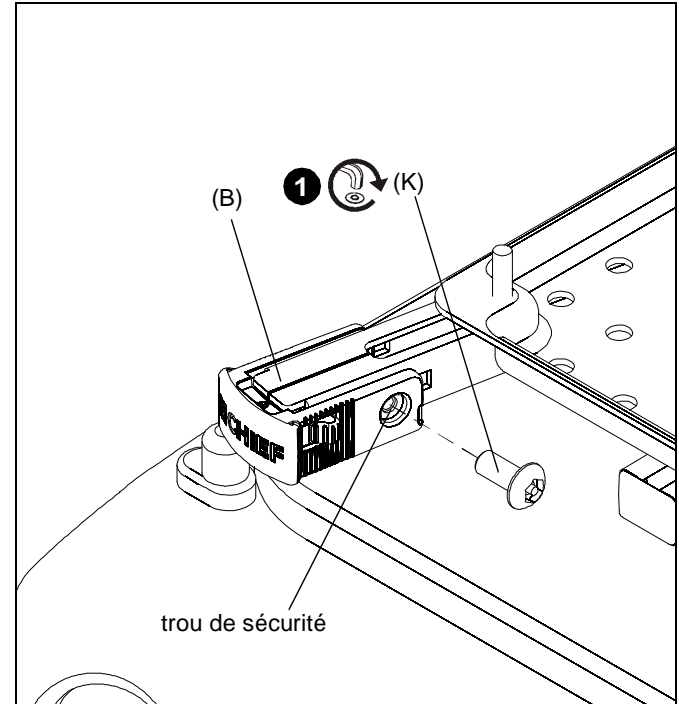

Figure 9
1. Installez les vis de sécurité à tête bouton #8-32 x 3/8" (K) dans les trous de sécurité des pieds du SLBU/SLMU. (See Figure 9)